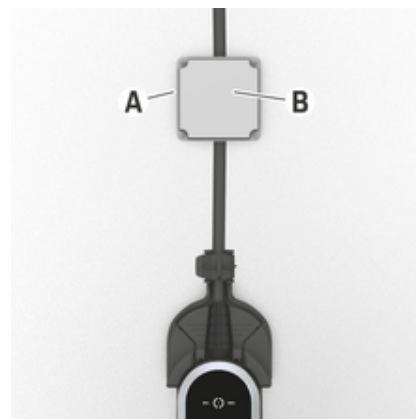

图 15 带盖的固定连接盒
11. 使用盖子 B（图 15） 封闭固定连接盒 A（图 15）， 以避免错误操作。